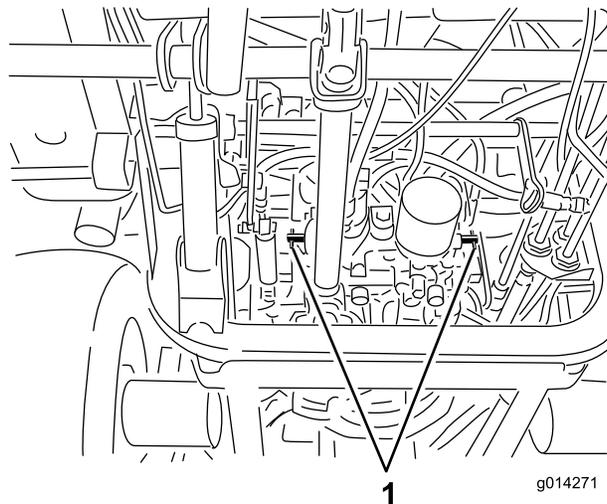

Figura 20
4. Gire las válvulas de desvío una vuelta en el sentido contrario a las agujas del reloj (Figura 20).
Gire cada válvula de desvío una vuelta en el sentido de las agujas del reloj y apriételas a mano (par de apriete de 8 N-m [71 pulgadas-libra] aproximadamente) (Figura 20).